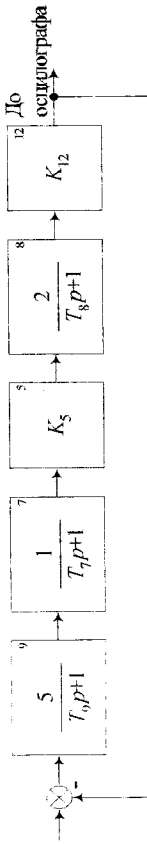

Рис. 7
1. Зібрати динамічну систему стабілізації напруги за схемою, що зображена на рис. 7.